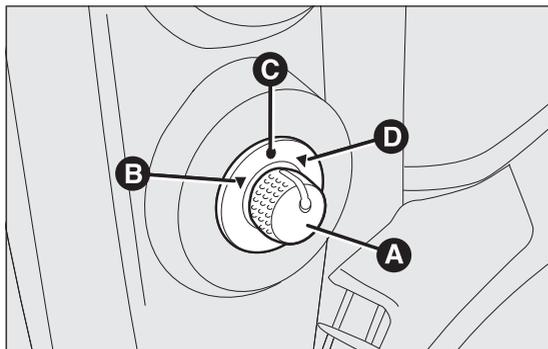

fig. 29
- selezionare mediante il deviatore A fig. 29 lo specchio desiderato (destro o sinistro);